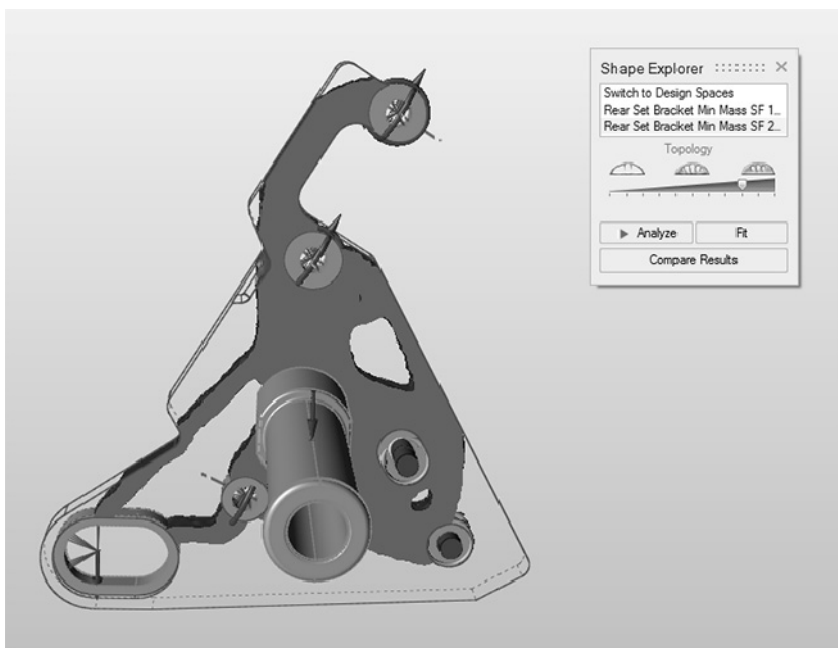

图 7-23
5) 单击并拖曳形状探索器上的拓扑滑块，直到所有设计都完全连接到一点上为止，如图 7-23 所示。